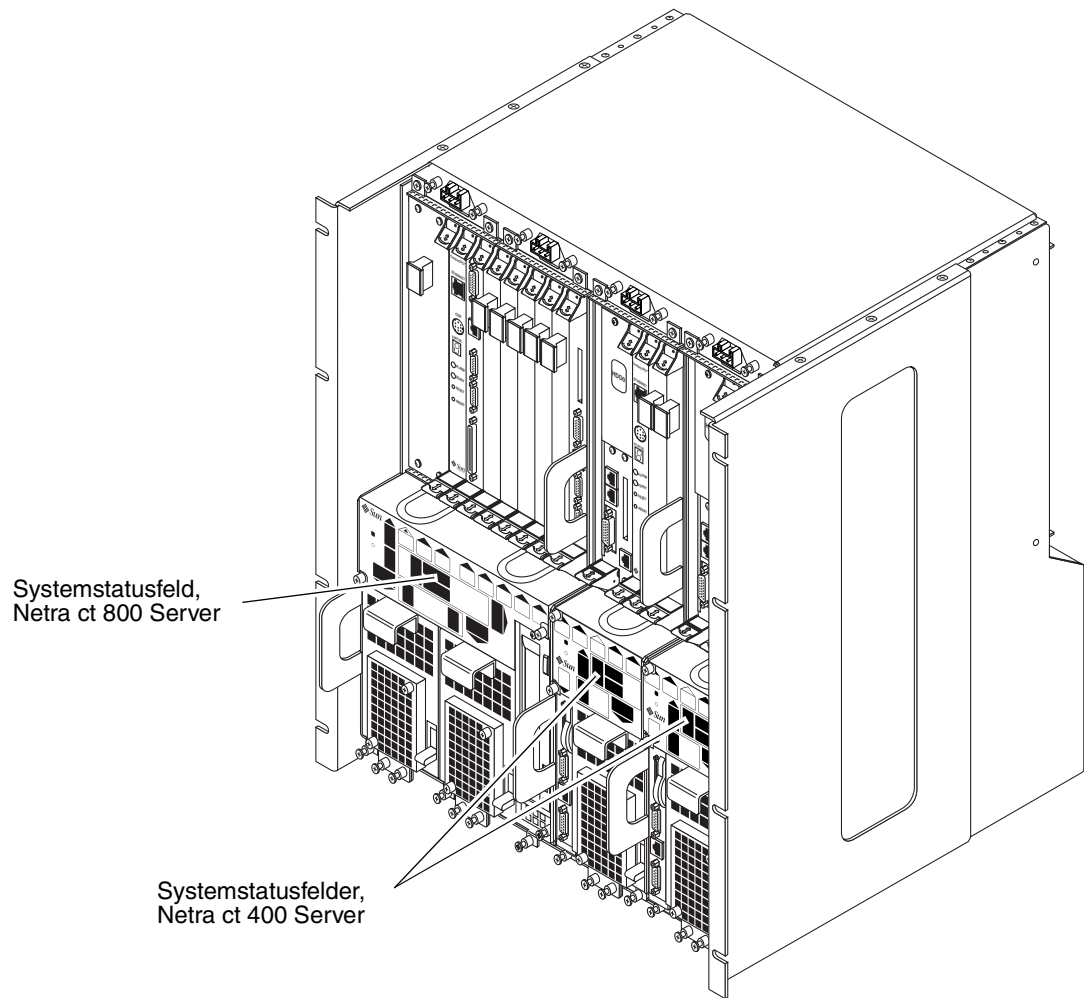

ABBILDUNG 6-3 Lage des Systemstatusfelds
Die Lage des Systemstatusfelds bei den Netra ct 800 Servern und den Netra ct 400 Servern wird in ABBILDUNG 6-3 gezeigt.
Die Lage des Systemstatusfelds bei den Netra ct 800 Servern und den Netra ct 400 Servern wird in **ABBILDUNG 6-3** gezeigt.
5. **Suchen Sie auf der Vorderseite des Netra ct Servers das Systemstatusfeld (ABBILDUNG 6-3 auf Seite 135).**